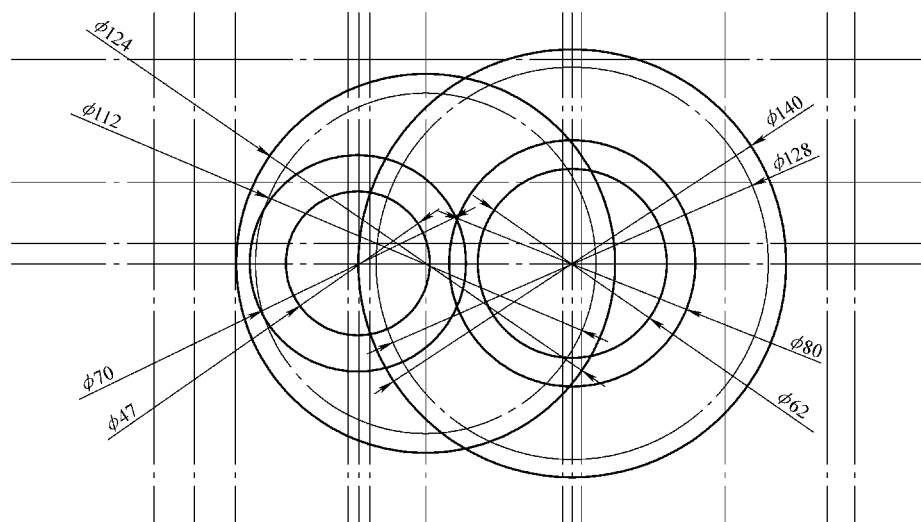

图 11-54 绘制圆
- 3) 切换至【粗实线】层，绘制如图 11-54 所示圆。其中直径 128mm 和 112mm 的圆属于中心线层。